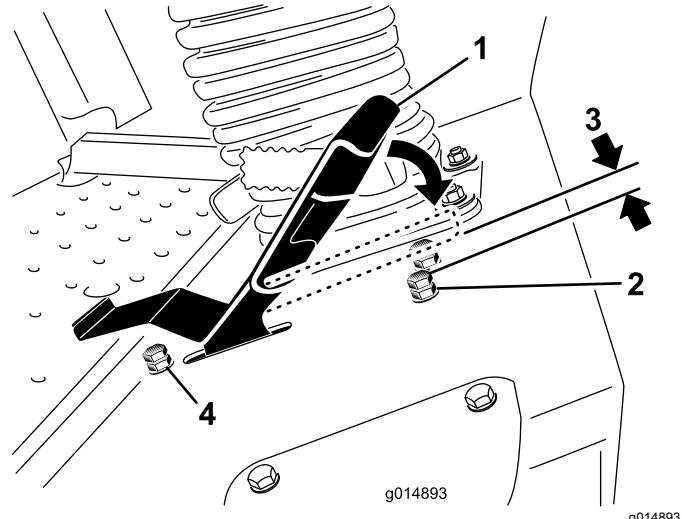

Bild 47
3. Lösen Sie für das Fahrpedal die Klemmmutter an der Anschlagschraube (Bild 47).